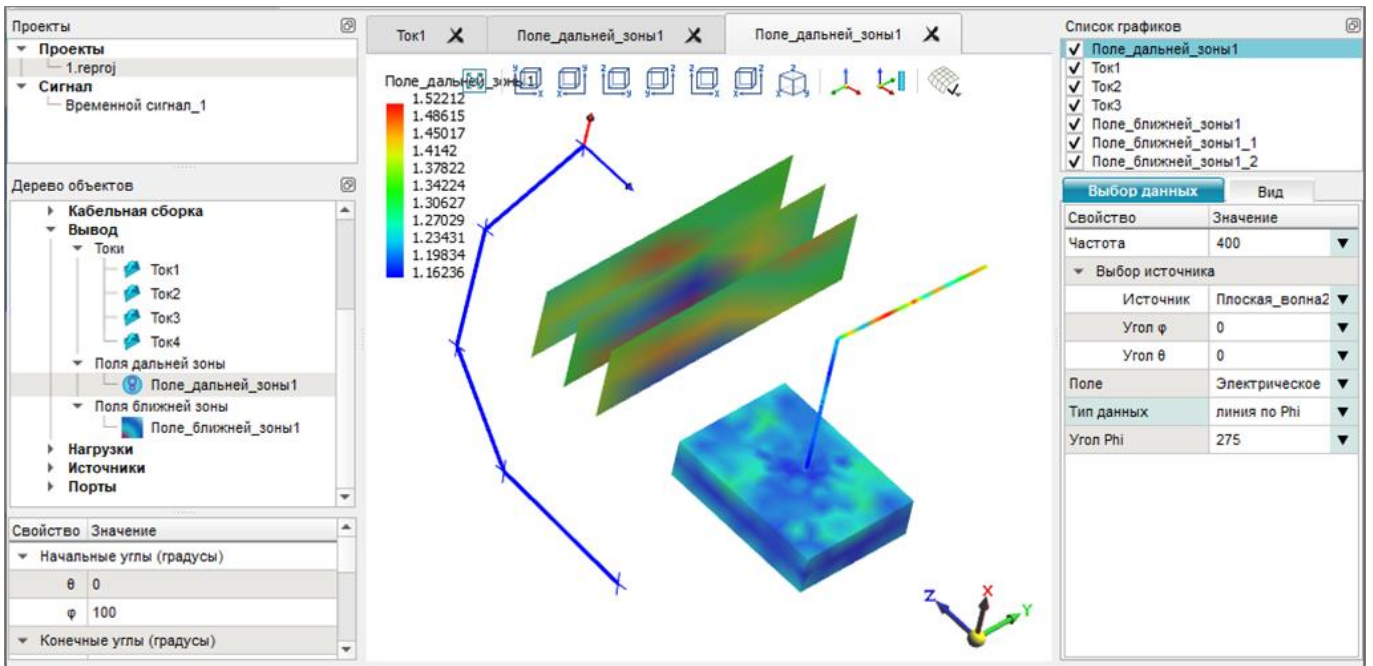

Рис. 227
18.10.3.6. Пример визуализации в одном окне токов для поверхности и двух проводов, поля ближней зоны, представленной тремя плоскостями XZ, и поля дальней зоны в виде линии по углу θ показан на рис. 227.